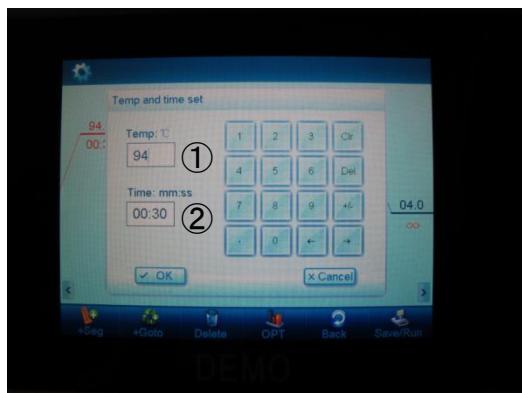

図3
変更するセグメントを選択し、もう一度タッチすると、入力ウィンドウ(図3)が開きます。
温度(図3-①)と時間(図3-②)の設定値が入力できます。